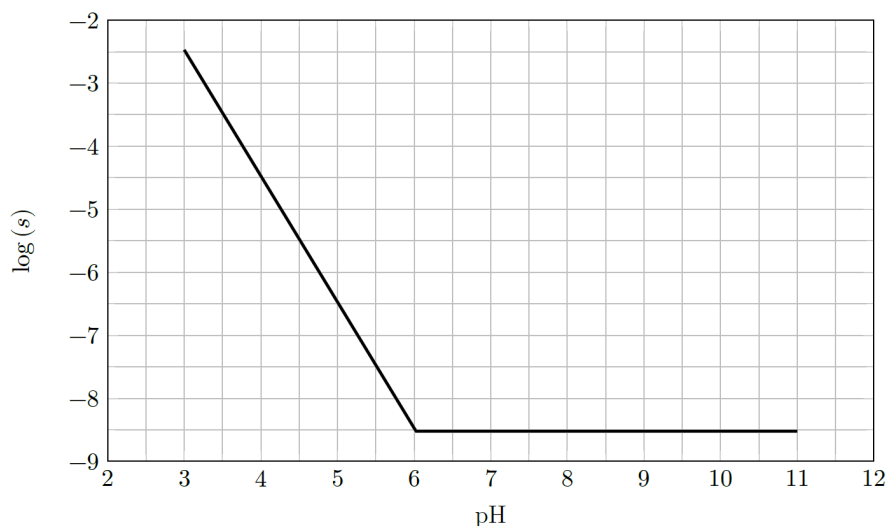

FIGURE 2 – Diagramme de solubilité de l'espèce $\text{NiO}_{(s)}$ en fonction du pH à 300°C
Q.9. Retrouver par le calcul les équations de droite du diagramme simplifié de la figure 2 représentant $\log(s)$ en fonction du pH pour un pH compris entre 3 et 11.